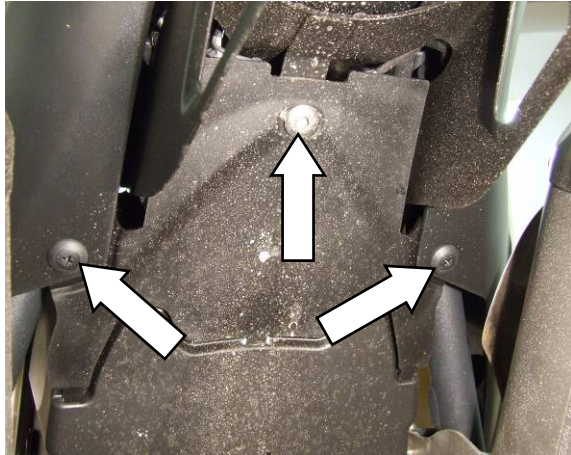

ABBILDUNG 1
- ENTFERNEN SIE DIE KABELABDECKUNG (**SIEHE ABBILDUNG 1**), INDEMN SIE DIE SCHRAUBE UND DIE ZWEI PLASTIKNIETEN ENTFERNEN, DIE IN **ABBILDUNG 1** ABGEBILDET SIND.